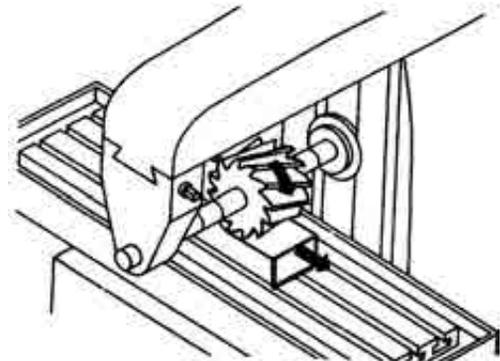

Fig. 7
- a) Ejecute una pasada manualmente desplazando la mesa y según el sentido de giro de la fresa (Fig. 7).